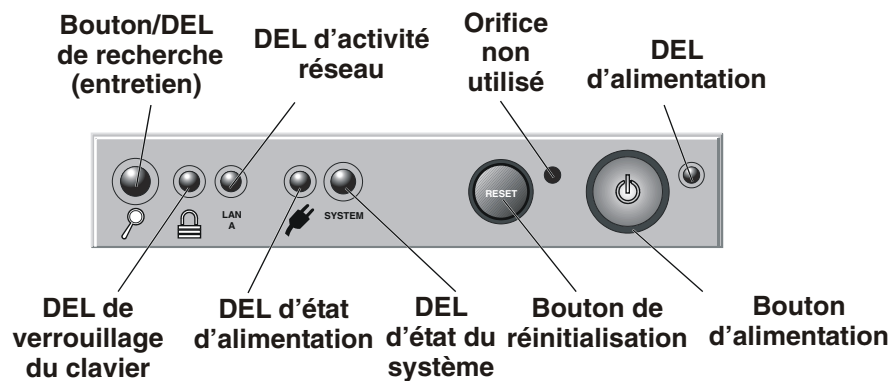

Figure 1-5. Indicateurs DEL de l'unité
Les boutons de commande représentés à la *Figure 1-5* sont décrits dans le *Tableau 1-1*.
Chaque lecteur de disque à remplacement à chaud dispose de deux DEL : l'une indiquant l'état de marche, l'autre l'état d'activité. Sur chaque module de lecteur, des conduits transmettent la lumière des DEL situées à l'intérieur et à l'arrière de la cage de stockage de masse remplaçable à chaud vers l'avant du serveur. Voir la *Figure 1-5* et le *Tableau 1-4*.
2. Appuyez sur le bouton d'alimentation du panneau de commandes frontal. Voir la Figure 1-5.